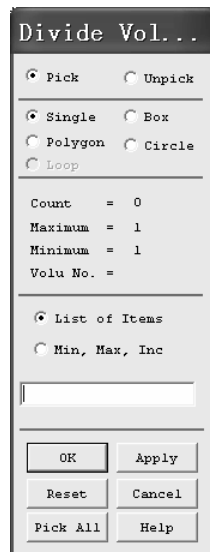
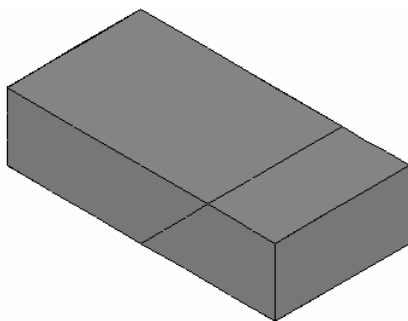

图 2-110 “Divide Vol...” 窗口
图 2-111 长方体被分割
(5) 依次选择 Main Menu>Preprocessor>Modeling>Operate>Booleans>Divide>Volu by WrkPlane, 弹出“Divide Vol...”窗口(见图 2-110), 单击“Pick All”按钮, 长方体被分割为两块(见图 2-111)。